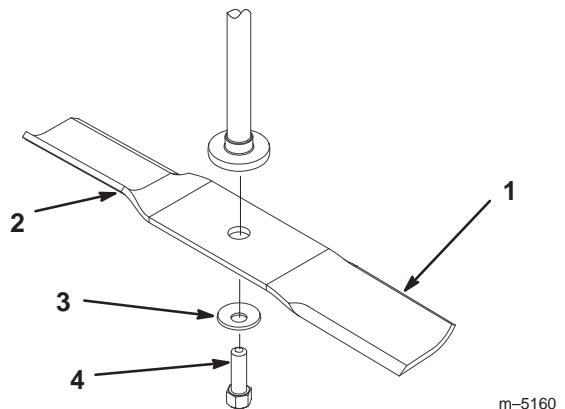
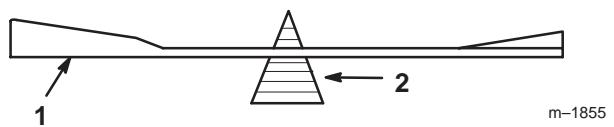

Figure 22
Figure 24
Tenez la lame à son extrémité avec un chiffon ou un gant épais. Enlevez de l'axe, le boulon de lame, la rondelle bombée et la lame (Fig. 22).
2. Vérifiez l'équilibre de la lame en la plaçant sur un équilibrage (Fig. 24). Si la lame reste horizontale, elle est équilibrée et peut être utilisée. Si la lame est déséquilibrée, limez un peu l'extrémité de la partie incurvée seulement (Fig. 22). Répétez la procédure jusqu'à ce que la lame soit équilibrée.
1. Placez la lame sur l'axe (Fig. 22).
2. Montez la rondelle bombée (face concave vers la lame) et le boulon de lame (Fig. 22). Serrez le boulon de lame à 47–88 Nm (35–65 pieds-livre).